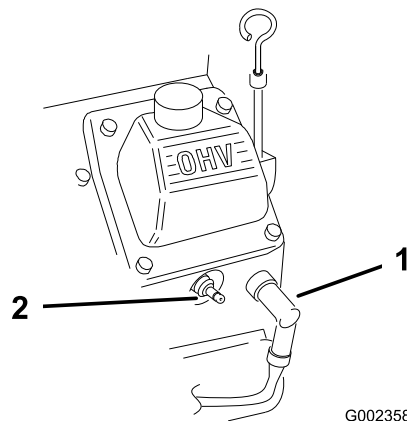

Figure 25
2. Débranchez les fils des bougies (Figure 25).